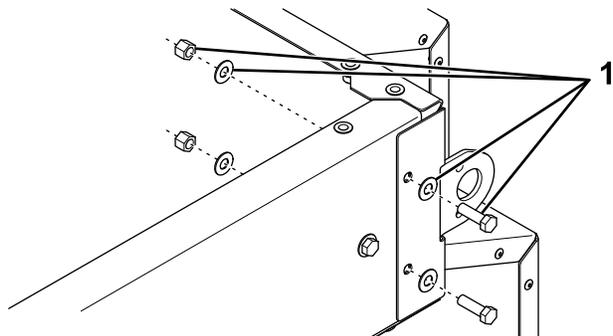

Figure 1
2. Retirez et mettez au rebut les fixations de chaque plaque d'angle de la trémie (Figure 1).